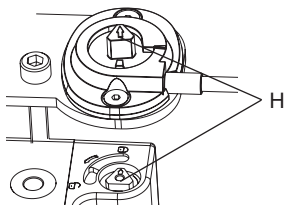

Figure 8
3. Observer l' alignement des marquages (flèches) sur le triangle et l' adaptateur H (voir figure 8).